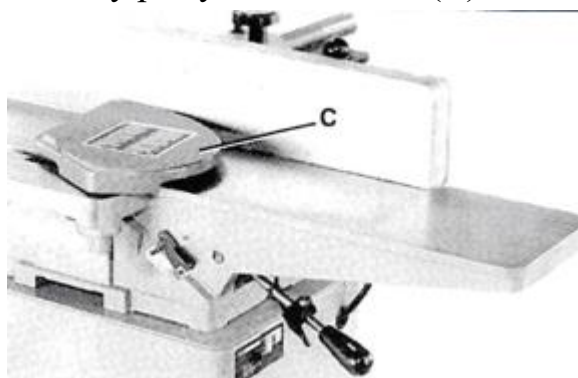

Рис. 25 Демонтаж защиты режущей головки
2. Снимите защиту режущей головки (С) – Рис. 25.